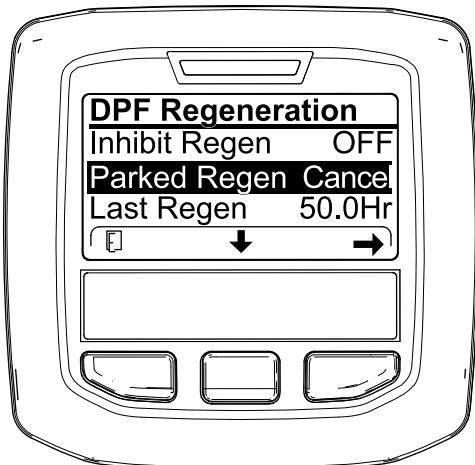
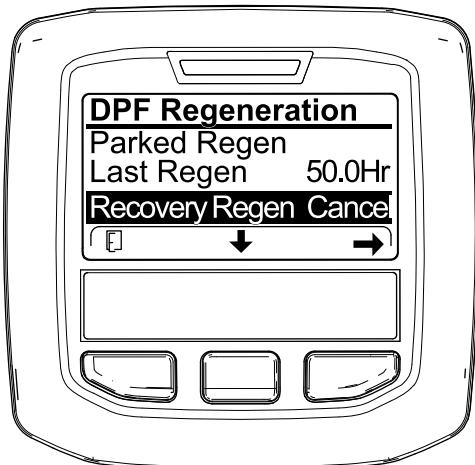

図 58
図 59
1. DPF 再生メニューにアクセスする図 58。
2. 中央ボタンを押して下へスクロールし、駐車再生キャンセル PARKED REGEN CANCEL (図 58) またはリカバリ再生キャンセル RECOVERY REGEN CANCEL を選ぶ図 59。
3. 右ボタンを押すと再生キャンセルにRegen Cancelに入る図 58または図 59。